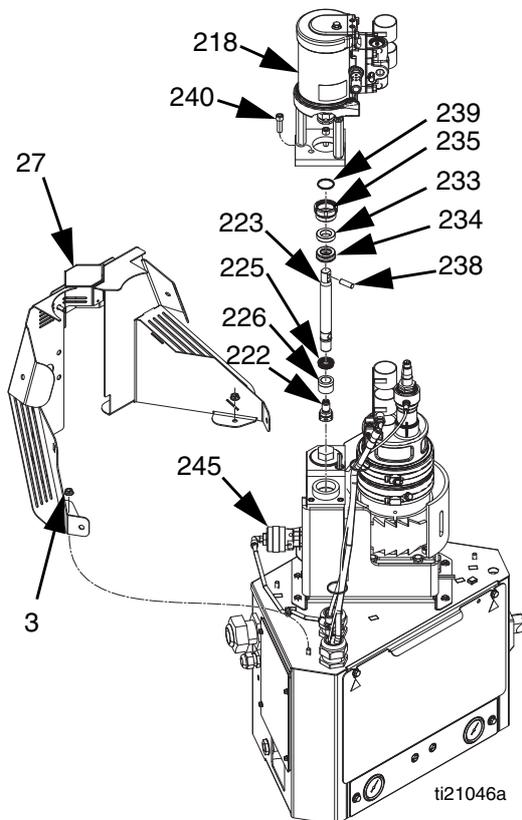
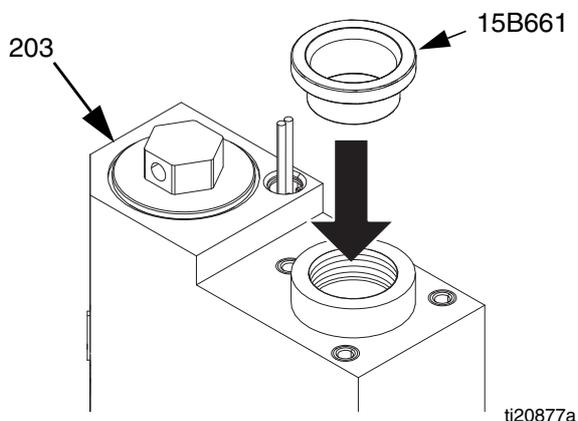

FIG. 27
FIG. 28
*Desmontaje (consulte la FIG. 27):*
4. Retire la cubierta de plástico (27).
6. Retire las tuberías de aire de la válvula de alivio (245) y el motor neumático (218).
7. Retire las cuatro tuercas (3) que sujetan la protección del fundidor (27) en su lugar y luego retire la protección del fundidor.
- a. Retire el anillo de retención (239).
- b. Retire el pasador de anclaje (238).
- c. Retire los tres tornillos (240).
9. Use un destornillador de cabeza plana y un martillo de goma para aflojar la tuerca de retención (235).
10. Use las pinzas de bloqueo de canal para retirar la tuerca de retención (235).
11. Introduzca una llave Allen por el orificio en la parte superior de la varilla del pistón (223) para sacar la varilla del pistón (223) fuera del colector. Esto también retirará el sello en U del cuello (234) y el rodamiento del cuello (233).
12. Retire la válvula del pistón (222) de la varilla del pistón (223).
13. Retire y deseche el sello en U del pistón (225) y el rodamiento (226).
*Montaje (consulte la FIG. 27):*
- a. Instale el nuevo sello en U del pistón (225) en la varilla del pistón (223) con las pestañas mirando hacia la varilla.
- b. Instale el rodamiento del pistón (226) en la varilla del pistón (223) con el extremo ranurado mirando hacia el centro de la varilla.
- c. Instale la válvula del pistón (222) en la varilla del pistón (223). Apriete a un par de 24-30 ft-lb (33-41 N•m).
2. Para proteger los sellos de las roscas filosas, coloque la herramienta de instalación del sello 15B661 en el orificio del cuello. Consulte FIG. 28.
8. Instale la tuerca de retención (235). Consulte FIG. 28.
9. Instale el conjunto del motor neumático (consulte la FIG. 27):
- a. Instale los tres tornillos (240).
- b. Con el anillo de retención alrededor de la varilla del pistón, instale el pasador de anclaje (238).
- c. Instale el anillo de retención (239) sobre la clavija de anclaje.
10. Use las tuercas (3) para instalar la protección del fundidor (27).
12. Instale la cubierta de plástico (27).
4. Retire la cubierta de plástico (27). Consulte la FIG. 27 en la página 54.
5. Retire las tuberías de aire de la válvula de alivio (245) y el motor neumático (218). Consulte la FIG. 27 en la página 54.
6. Retire las tuercas (3) que sujetan la protección del fundidor (27) en su lugar y luego retire la protección del fundidor. Consulte la FIG. 27 en la página 54.
7. Retire el conjunto del motor neumático. Consulte la FIG. 27 en la página 54:
8. Use un destornillador de cabeza plana y un martillo de goma para aflojar la tuerca de retención (235).
9. Use las pinzas de bloqueo de canal para retirar la tuerca de retención (235).